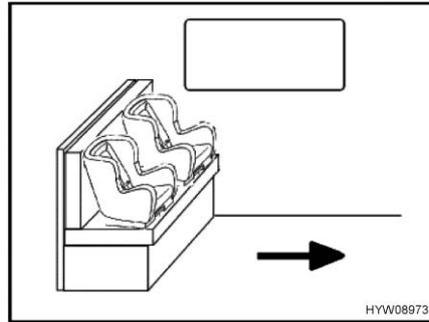
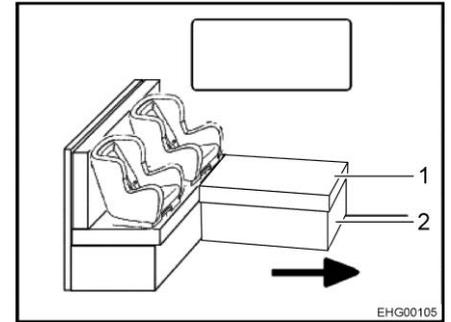

Fig. 16 Asientos infantiles en el banco
Fig. 17 Asientos infantiles en el banco L
La flecha en Fig. 16 y en Fig. 17 muestra la dirección de marcha.
- Quitar el cojín (Fig. 17,1) si es necesario.
- Plegar el bastidor de baúl (Fig. 17,2) si es necesario.